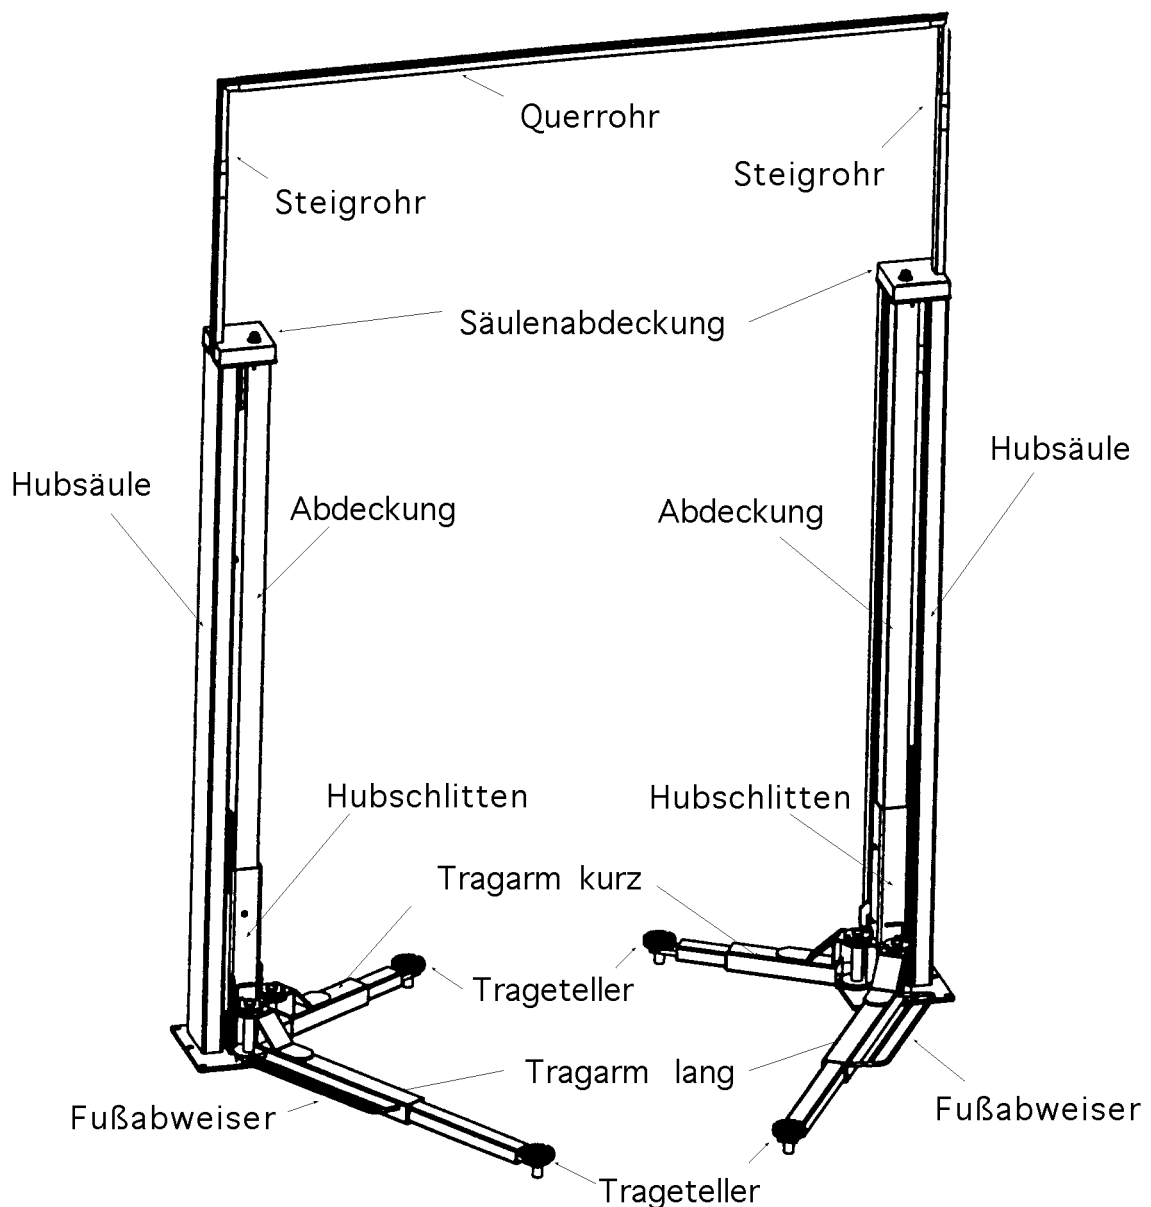

Bild 12: Montage Gesamtbild
- h** An der Folgemutter ist monatlich einmal die Schmiernippelbefettung mit Mehrzweckfett durchzuführen. Dies geschieht durch die dafür vorgesehene Bohrung im Hubschlitten. Dazu muß die Abdeckung (Bild 12) gelöst und herausgezogen werden.